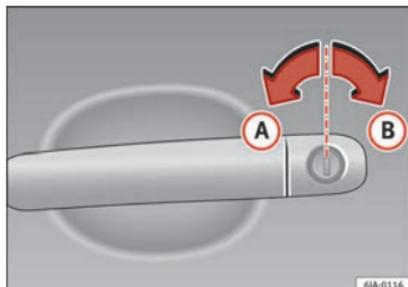

Fig. 120 Posições da chave ao trancar e destrancar o veículo.
- Rode a chave na fechadura do lado do condutor no sentido do andamento até à posição de abertura **(A)** »» **Fig. 120**.
- Rode a chave na fechadura do lado do condutor no sentido contrário do andamento até à posição de fecho **(B)** »» **Fig. 120**.